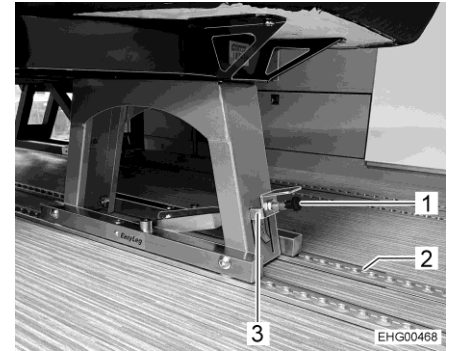

Bild 7 Einzelsitz (Arretierung offen)
- Wenn der Einzelsitz/die Doppelsitzbank in die Schiene (Bild 7,2) eingesetzt oder an die gewünschte Position verschoben ist: Schwarzen Griff (Bild 7,1) nach vorn ziehen.
- **Metallbügel (Bild 7,3) nach unten drücken.**